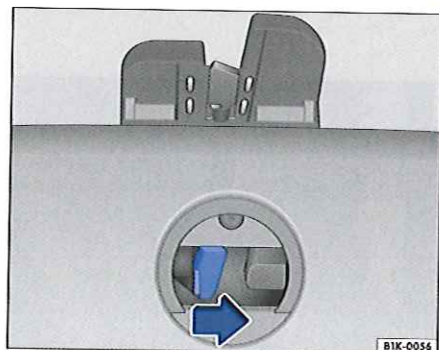

Fig. 248 Déverrouillage d'urgence du capot de coffre : depuis le coffre à bagages.
- Poussez le levier de déverrouillage dans le sens de la flèche ⇒ fig. 248 pour déverrouiller le capot de coffre.